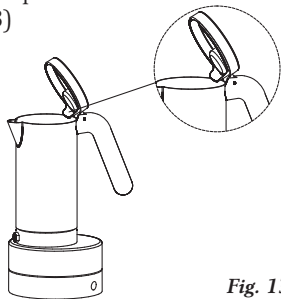

Fig. 13
- L'ailette spéciale présente à l'intérieur du couvercle empêche la condensation de se déposer sur le corps de la cafetière. (fig. 13)